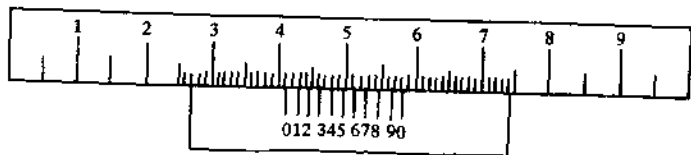

图 7
16. 试述 0.1 mm 游标卡尺的读数方法，读出图 7 游标卡尺尺寸。